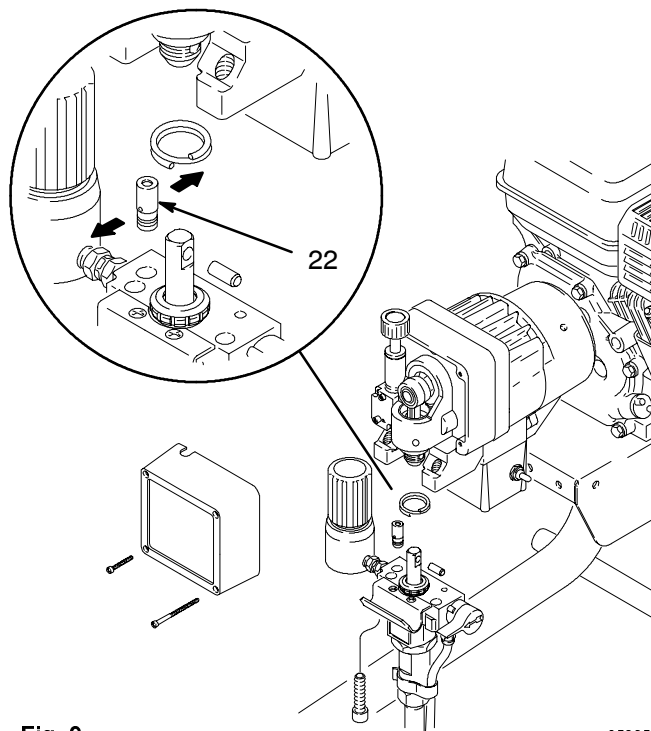

Fig. 9
REMARQUE: Voir Fig. 9 concernant cette procédure.
2. Tirer et tourner en même temps le capteur (22) pour le sortir du collecteur de la pompe.
6. Placer les orifices du capteur dans le sens indiqué par les flèches représentées à la Fig. 9.